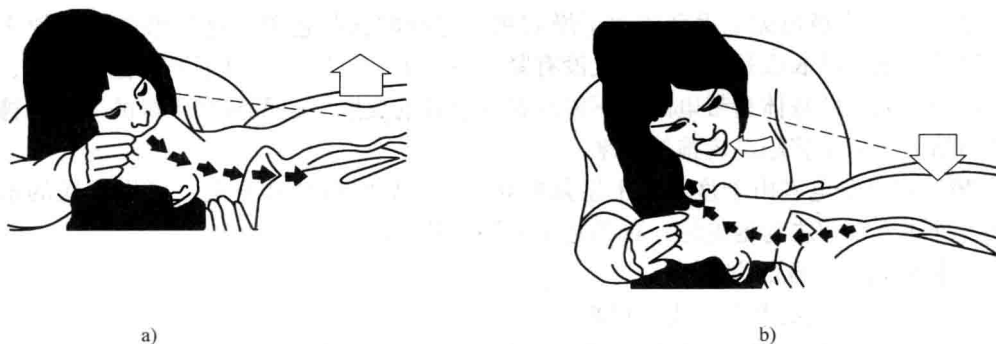

图 1-8 口对口（鼻）人工呼吸法
(1) 口对口（鼻）人工呼吸法 当发现触电者有心跳无呼吸或呼吸微弱时，应采用口对口（鼻）人工呼吸法进行抢救，如图 1-8 所示。